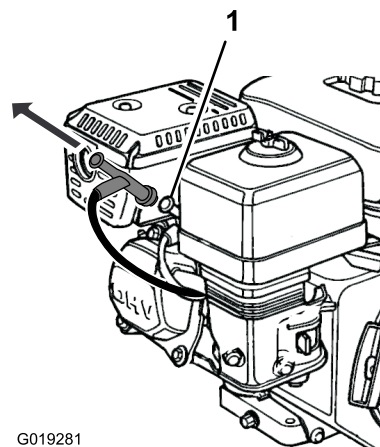

Figure 24
5. Débranchez le fil de la bougie (Figure 24).
- Rebranchez le fil de la bougie (Figure 24).